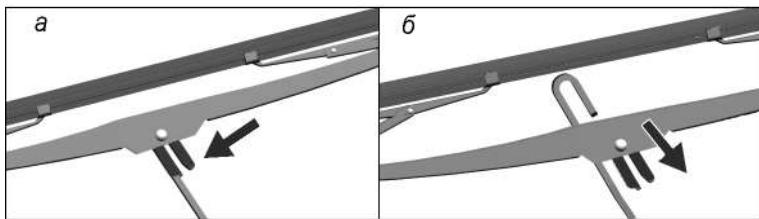

Рис. 3.55. Замена щеток стеклоочистителей стекол
– отожмите адаптер щетки (рис. 3.55 а) и сдвиньте щетку вниз по рычагу до выхода адаптера из крюка рычага (рис. 3.55 б).